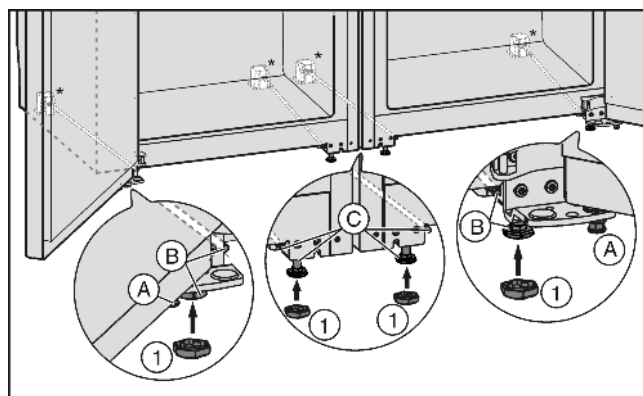

Fig. 4
- ▶ Szükség esetén az állítható lábakat Fig. 4 (A) elül mindkét oldalon teljesen csavarja be, hogy ne érjenek a talajhoz.
- ▶ A négy első állítható lábra helyezzen sapkát Fig. 4 (1).
- ▶ A középső állítható lábakat Fig. 4 (C) annyira csavarja be, hogy ne érjenek a padlóhoz.
- ▶ A kombinációt a külső állítható lábak Fig. 4 (B) segítségével igazítsa ki.
- ▶ A középső állítható lábakat Fig. 4 (C) süllyessze le, hogy érintsék a padlót.
- ▶ Azután az ajtót támassza ki: A csapágybakon lévő állítólábakat Fig. 4 (A) süllyessze le, amíg a talajra nem fekszenek, azután még 90°-kal forgassa tovább.